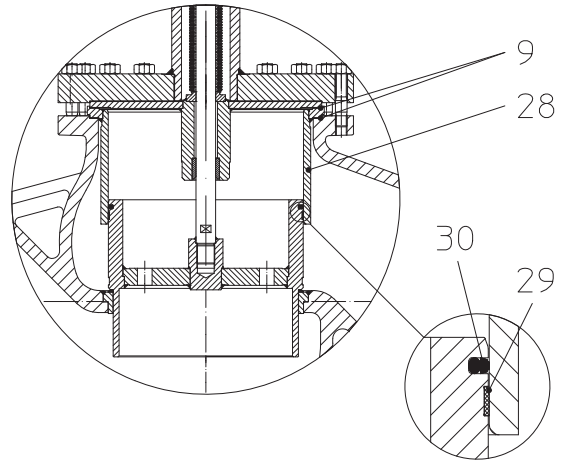

Рис. 12: разгруженный затвор
- Вставьте новое уплотнение (поз. 30), следя за правильным положением (см. Рис. 12).